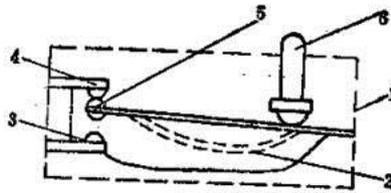

图 1-4-2 微动式行程开关结构图
(2) 微动式行程开关: 为克服直动式结构的缺点, 采用具有弯片状弹簧的瞬动机构, 如图 1-4-2 所示。